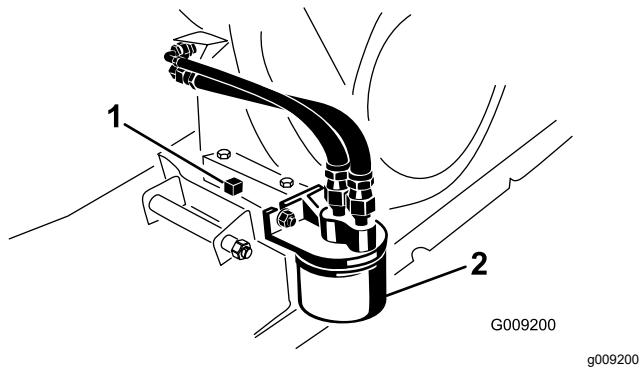

Figure 39
5. Placez un bac de vidange de 1,8 litre sous le bouchon de vidange (Figure 39).
6. Enlevez le bouchon de vidange et le joint (Figure 39).
2. Déposez le filtre à huile (Figure 39).
- Vissez le filtre neuf sur l'adaptateur jusqu'à ce que le joint touche la plaque de montage, puis serrez-le de $\frac{1}{2}$ à $\frac{3}{4}$ de tour supplémentaire (Figure 39).